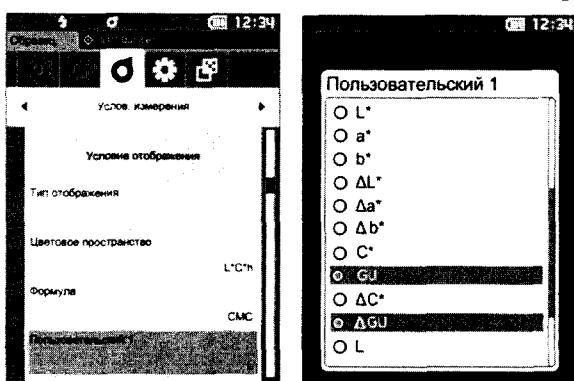

Рисунок 24
8.2.4.6 Нажмите клавишу «ESC». Выберете пункт «Пользовательский xx» (от 1 до 14), нажав на клавишу «Подтверждение». Наведите курсор на «GU» и «ΔG» (коэффициент блеска) (рисунок 24) и подтвердите клавишей «Подтверждение».